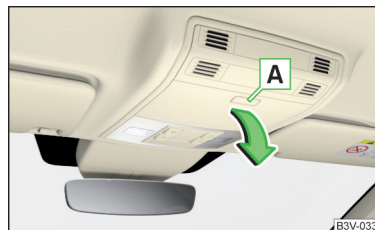

Fig. 116
- Pentru **deschidere** apăsați butonul **A**. Compartimentul se rabatează în sensul săgeții » fig. 116.